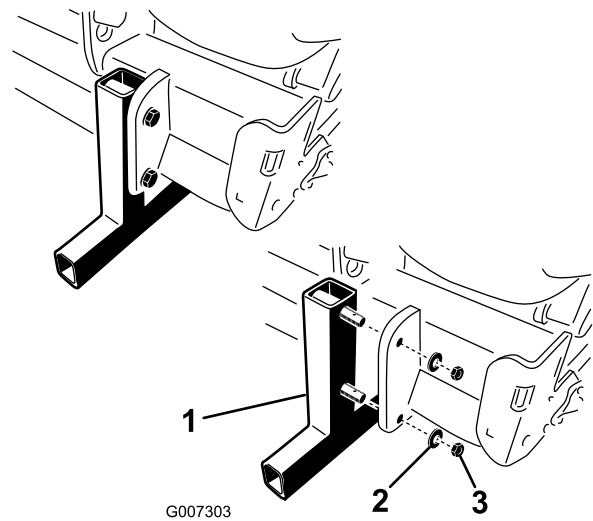

Figura 19
4. Inserte los pasadores de seguridad (incluidos en las piezas sueltas) en los pasadores del soporte para almacenamiento (Figura 19).
2. Retire las tuercas y las arandelas de freno que sujetan los soportes de almacenamiento al aireador (Figura 19).